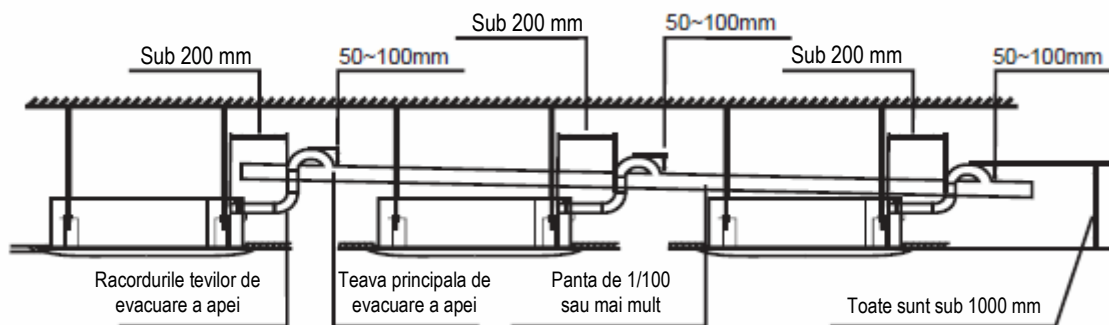

Figura 5.2
7. Cand iesirea conductei de evacuare a apei este mai mare decat racordul conductei pentru aspirarea apei, incercati sa mentineti teava de refulare a apei cat mai verticala, iar racordurile de conectare la iesirea apei se vor indoi astfel incat inaltimea tevii de evacuare a apei sa fie in interior la maxim 1000 mm distanta de baza tavitei de scurgere. In caz contrar, va exista un debit excesiv de apa atunci cand functionarea se va opri. A se vedea Figura 5.2.